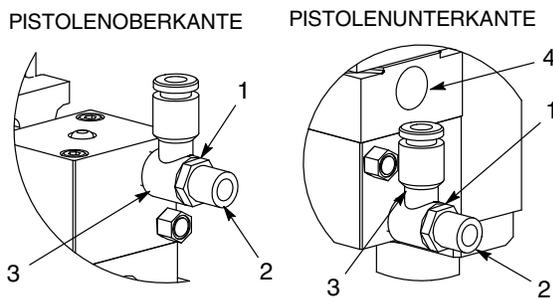

Abb. 5 Ein Regelventil einstellen
1. Siehe Abb. 5. Den Verriegelungsring (1) an den Regelventilen (3) lösen.
2. Drehknopf (2) im Uhrzeigersinn drehen, bis er an den Regelventilen (3) anliegt. Den Drehknopf wieder 2 Umdrehungen herausdrehen.
3. Den Verriegelungsring (1) fest anziehen.
4. Pistole aus- und wieder einschalten. Die Nadel durch die Ablauföffnung (4) beobachten. Wenn die Nadel nicht in etwa 0,25-0,50 Sekunden einen vollen Hub ausführt, prüfen, ob der Versorgungsluftdruck 60-90 psi (4,1-6,2 bar) beträgt und die Ventile neu einstellen.